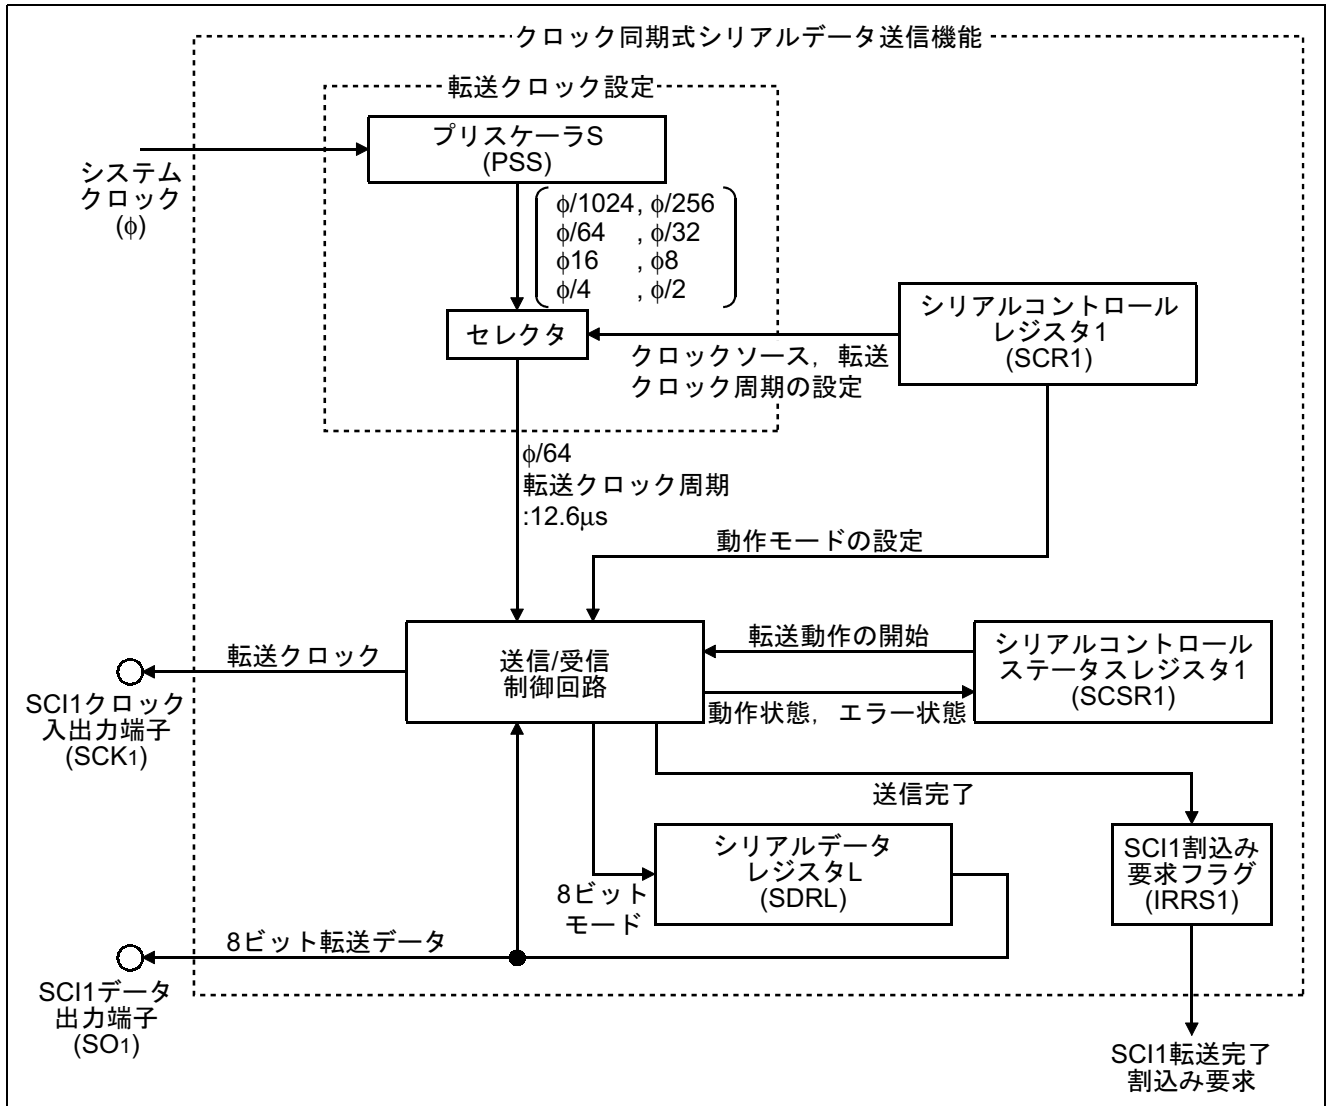

図2 クロック同期式シリアルデータ送信機能のブロック図
- (1) 本タスク例では、シリアルコミュニケーションインタフェース(SCI: Serial Communication Interface)を使用して、クロック同期式のシリアルデータの送信を行ないます。図 2 にクロック同期式シリアルデータ送信のブロック図を示します。以下にクロック同期式シリアルデータ送信のブロック図について説明します。